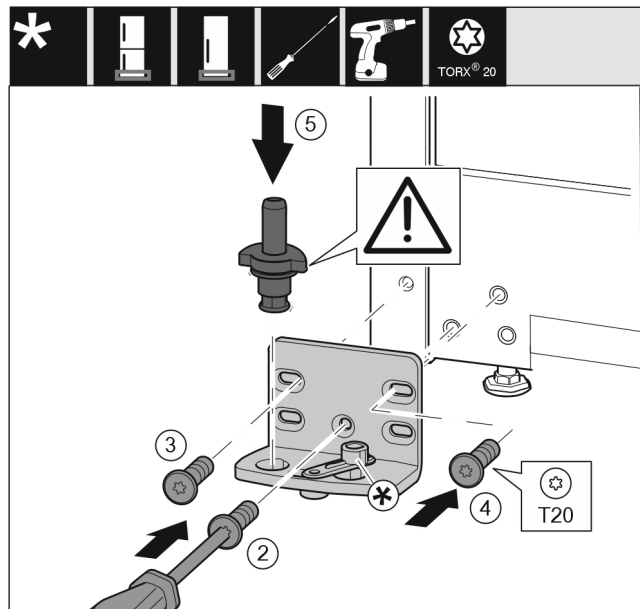

Fig. 18
- ▶ Applicare il blocco di supporto sull'altro lato e avvitarlo con l'aiuto di un cacciavite. Iniziare dalla vite Fig. 18 (2) in basso al centro.
- ▶ Stringere la vite Fig. 18 (3) e la vite Fig. 18 (4).
- ▶ Inserire completamente i perni di supporto Fig. 18 (5). Facendo ciò assicurarsi che la camma di arresto sia rivolta all'indietro.